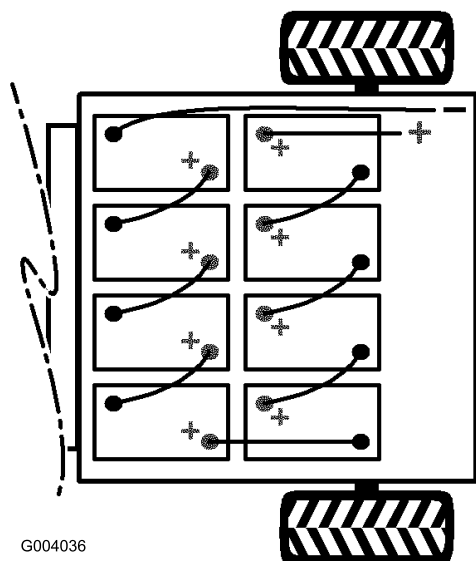

Figura 6
4. Instale las baterías (Figura 6).
**Nota:** Preste atención a la polaridad de las baterías al instalar las baterías nuevas (Figura 6).
6. Conecte las baterías entre sí con los cables que se incluyen con las piezas sueltas (Figura 6).
7. Apriete el perno y sujete el otro extremo de la fijación con otro perno (5/16" x 3/4") y una tuerca con arandela prensada (5/16") (Figura 6).
8. Conecte el cable rojo largo (positivo) entre el banco de baterías y la máquina (Figura 6).
9. Conecte el cable negro largo (negativo) entre el banco de baterías y la máquina (Figura 6).